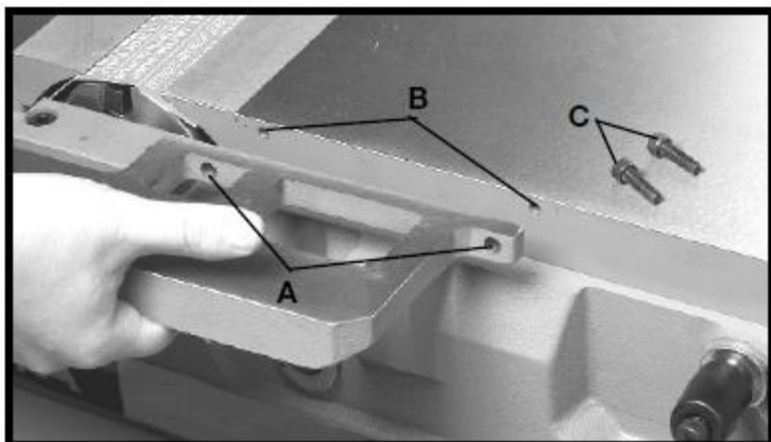

Рис. 12
1. Вывернуть два винта с шестигранным шлицем М6 х 1 – 20 (С), рис. 12, из отверстия в позиции (В) в передней части фуговального станка.
2. Совместить два отверстия (А), рис. 12, приспособления для шпунтования с двумя отверстиями (В) в передней части фуговального станка. Вставить винт в отверстие (А) приспособления для шпунтования и ввернуть винт в резьбовое отверстие (В) в передней части фуговального станка. Убедиться, что приспособление для шпунтования находится на одном уровне с подводным столом. Надёжно затянуть винт (С). Повторить данную операцию в другой отверстии приспособления для шпунтования и передней части фуговального станка.